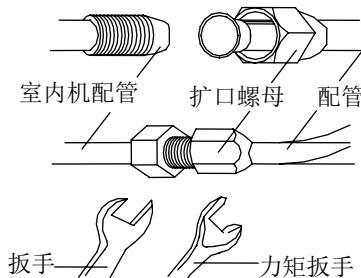

图 11
3. 用力矩扳手旋紧扩口螺母，直到力矩扳手发出“咔嗒”声（参考图 11 和表 2）。